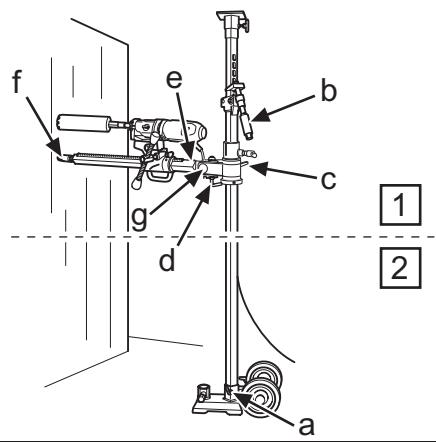

Fig.3
- Para perfurar a más de 1,5 m de altura, el tubo exterior grueso debe estar orientado hacia arriba, y al revés para perfurar a menos de 1,5 m de altura. Comprobar que el puntal está bloqueado en la placa base con el tornillo de fijación (a) (fig. 3).
- Se a perfuração vai ser feita a uma altura superior a 1,5 m, o tubo grosso externo deverá estar voltado para cima, ou ao contrário se vai ser feita abaixo de 1,5 m. Certifique-se de que a escora está travado na placa base com o parafuso de bloqueio (a) (Fig. 3).
- When drilling is to be performed at a height greater than 1.5 metres, the heavier outer tube should be turned upwards and vice versa when drilling below 1.5 metres. Check that the support column is clamped in the base plate with the locking bolt (a) (Fig. 3).
- 3. Clamp the telescopic support column against the ceiling, choose the closest hole in the holed inner tube. Clamp using the support column handle (B) and screw the last bit using a 24 mm spanner, do not clamp too tight.
6. Controlar la posición de la broca de corona. Enroscar el tornillo de puntal (f) (fig. 3/7) contra la pared para fijar la columna de perforación. Fijar con una tuerca de seguridad de 30 mm (f) (fig. 3/7), usando una regla de madera o similar como separador.
- La columna de perforación es girable en 360° y se fija en cada posición con un tornillo Allen de 8 mm (e) (fig. 3/4).
6. Controlar a posição da coroa da broca. Enroscar o parafuso de escora (f) (Fig. 3/7) contra a parede para fixar a coluna de perfuração. Fixar com a porca de segurança de 30 mm (f) (Fig. 3/7), usando um calço de madeira ou similar como separador.
- A coluna de perfuração pode rodar 360° e é fixada na posição desejada com uma chave Allen de 8 mm (e) (Fig. 3/4).
6. Check the position of the drill bit. Screw in the support column screw (f) (Fig. 3/7) against the wall to secure the drill column. Secure with the locking nut 30 mm (f) (Fig. 3/7), use a wooden batten or the like as packing.
- The drill column can be turned through 360° and locked in respective positions using an 8 mm hex-key (e) (Fig. 3/4).